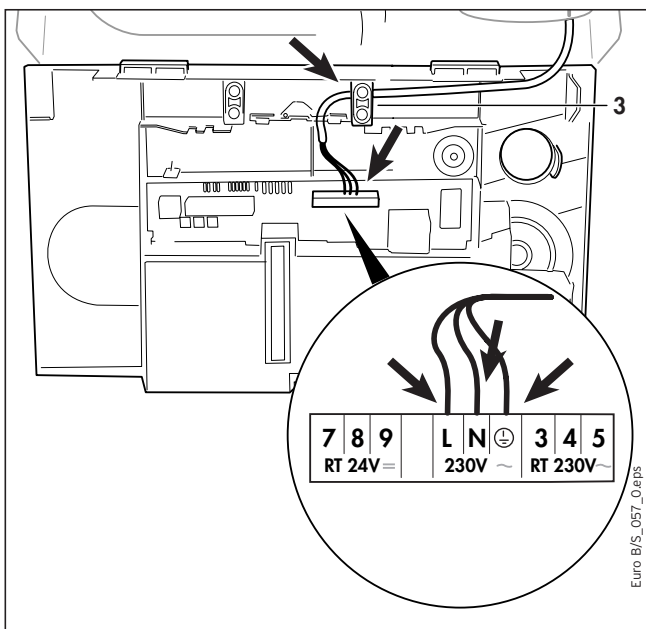

Рис. 3.13 Прокладка кабеля
- Отожмите зажимы задней крышки распределительной коробки (1) в местах (2) и снимите заднюю крышку.
- Проложите сетевой кабель, как показано на рис. 3.13.